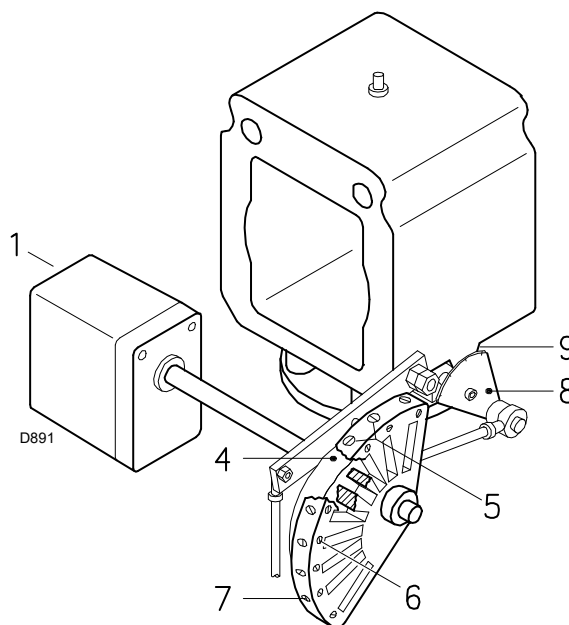

Abb. 27
Das Endprofil des Nockens 4)(Abb. 27) durch Drehen der Schrauben 7) schrittweise ändern.
Zeichenerklärung (Abb. 27)
Das Ausgangsprofil des Nockens 4)(Abb. 27 auf Seite 25) durch Drehen der Schrauben 5) schrittweise ändern.
- den Nocken 4)(Abb. 27 auf Seite 25) vom Stellantrieb lösen, dazu die am Stellantrieb vorhandene Entriegelungstaste drücken und nach rechts verschieben;
- Nach beendeter Einstellung diese durch Drehen an den Schrauben 6)(Abb. 27 auf Seite 25) fixieren.